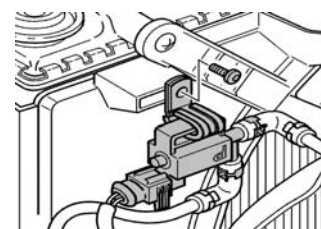

Fig. 4
- Atornillar, con un tornillo adecuado, la válvula secuenciadora con su soporte a la tapa de ventilación (atornillar en el orificio derecho del soporte viejo) (Fig. 4).